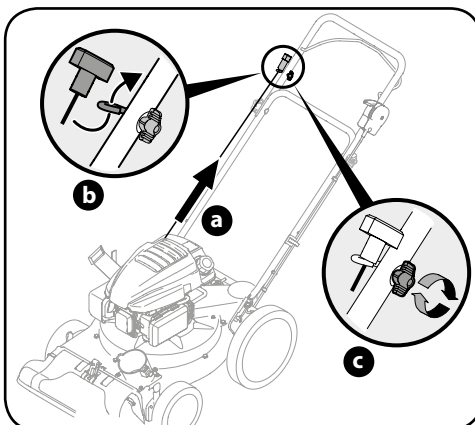

Рисунок 3-3
- Введите трос стартера в направляющую троса. См. рисунок 3-3.